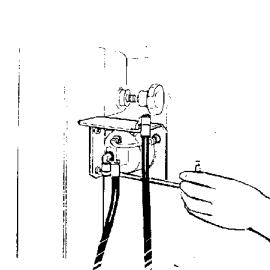

fig.35
- Collegare il supporto manometro al palo con le 2 viti in dotazione di M6 (fig.35)
- Connect the manometer holder to the column with the two M6 bolts supplied (fig. 35).
- Fixer le support du manomètre à la colonne moyennant les 2 vis en dotation de M6 (fig.35).
- Den Druckmesserhalter mit den zwei mitgelieferten Schrauben M6 (Abb. 35) an der Tragsäule anschrauben.
- Conecte el soporte del manómetro a la columna con los dos tornillos de equipo de M6 (fig. 35).